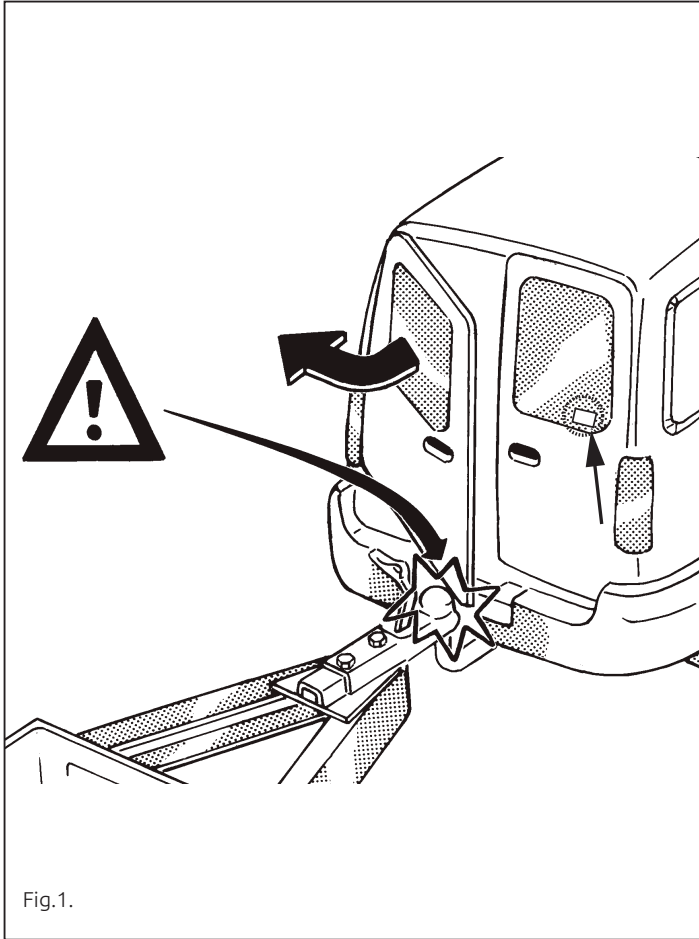

Fig.1.
10. Приклейте наклейку как показано на рис. 1.